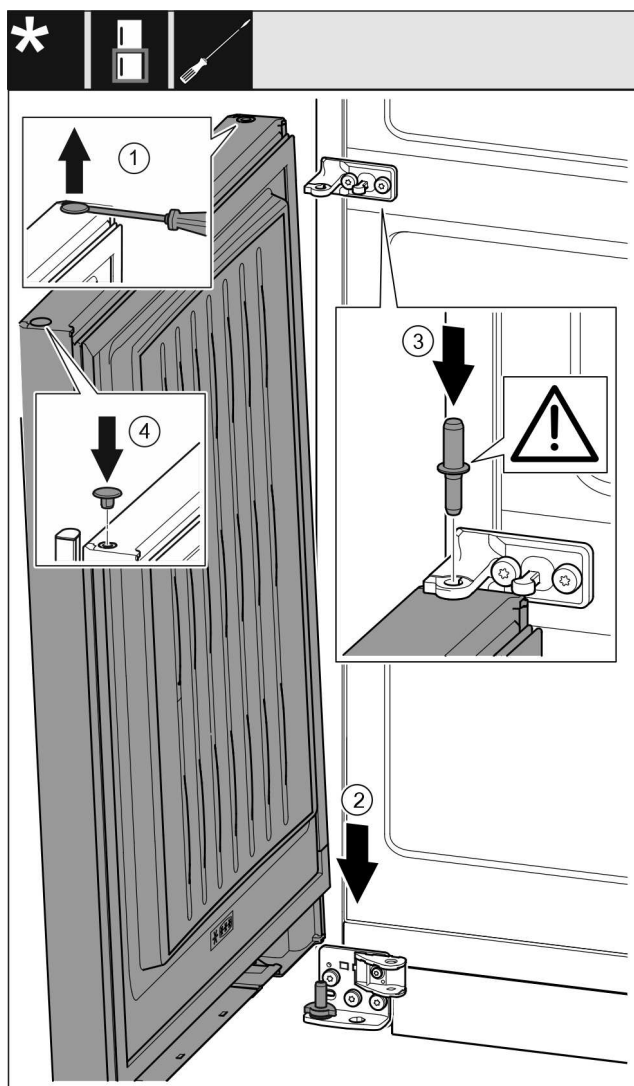

Fig. 42
- ▶ Óvatosan emelje meg a dugót Fig. 42 (1) lapos csavarhúzóval, és húzza ki.
- ▶ Helyezze fel az ajtót Fig. 42 (2) felülről az alsó csapszegre.
- ▶ Helyezze a középső csapszeget Fig. 42 (3) a középső csapágybakon keresztül az alsó ajtóba. Ügyeljen közben arra, hogy a reteszelő bütyök hátrafelé mutasson.
- ▶ Tegye vissza a dugót Fig. 42 (4) az ajtó másik oldalára.